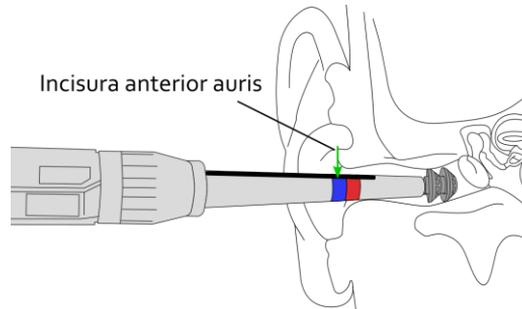

Abbildung 11: Einsetzen des Gehörgangsmoduls (der grüne Pfeil zeigt die Position der Incisura anterior auris)
5. Das Gehörgangsmodul mit dem Positionierwerkzeug in den Gehörgang schieben, bis der gleichfarbige Bereich wie zuvor beim Ermitteln der Gehörgangslänge (s. Abschnitt 7.1) auf Höhe der Incisura anterior auris (grüner Pfeil in Abbildung 11) liegt. Die Mitte des Farbbereichs ist anzustreben. Es kann jedoch je nach
9. Am Testkabel ziehen, bis sich der Magnetstecker wieder vom Gehörgangsmodule löst. Das Gehörgangsmodule darf sich nicht im Gehörgang bewegen. Deshalb die Position des Gehörgangsmodule mit dem Positionierwerkzeug kontrollieren (s. Abbildung 11).